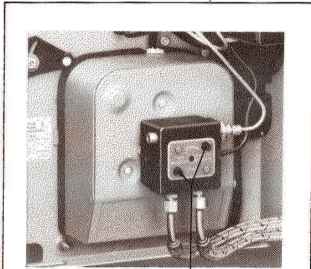
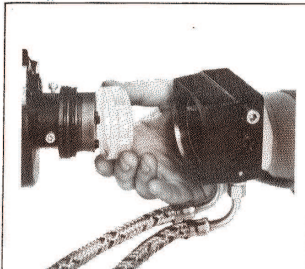

Abb. 4 Innensechskantschrauben zum Reinigen des Ölpumpenfilters lösen
Abb. 5 Ölpumpenfilter
- 10.0 Zum Öffnen der Ölpumpe die beiden in Abb. 4 gekennzeichneten Innensechskantschrauben lösen, und das Pumpengehäuse abziehen (Abb. 5). Den Ölpumpenfilter mit Waschbenzin reinigen. Die beiden Kupferdichtungen der Gehäusebefestigungsschrauben müssen nach jeder Demontage gewechselt werden.